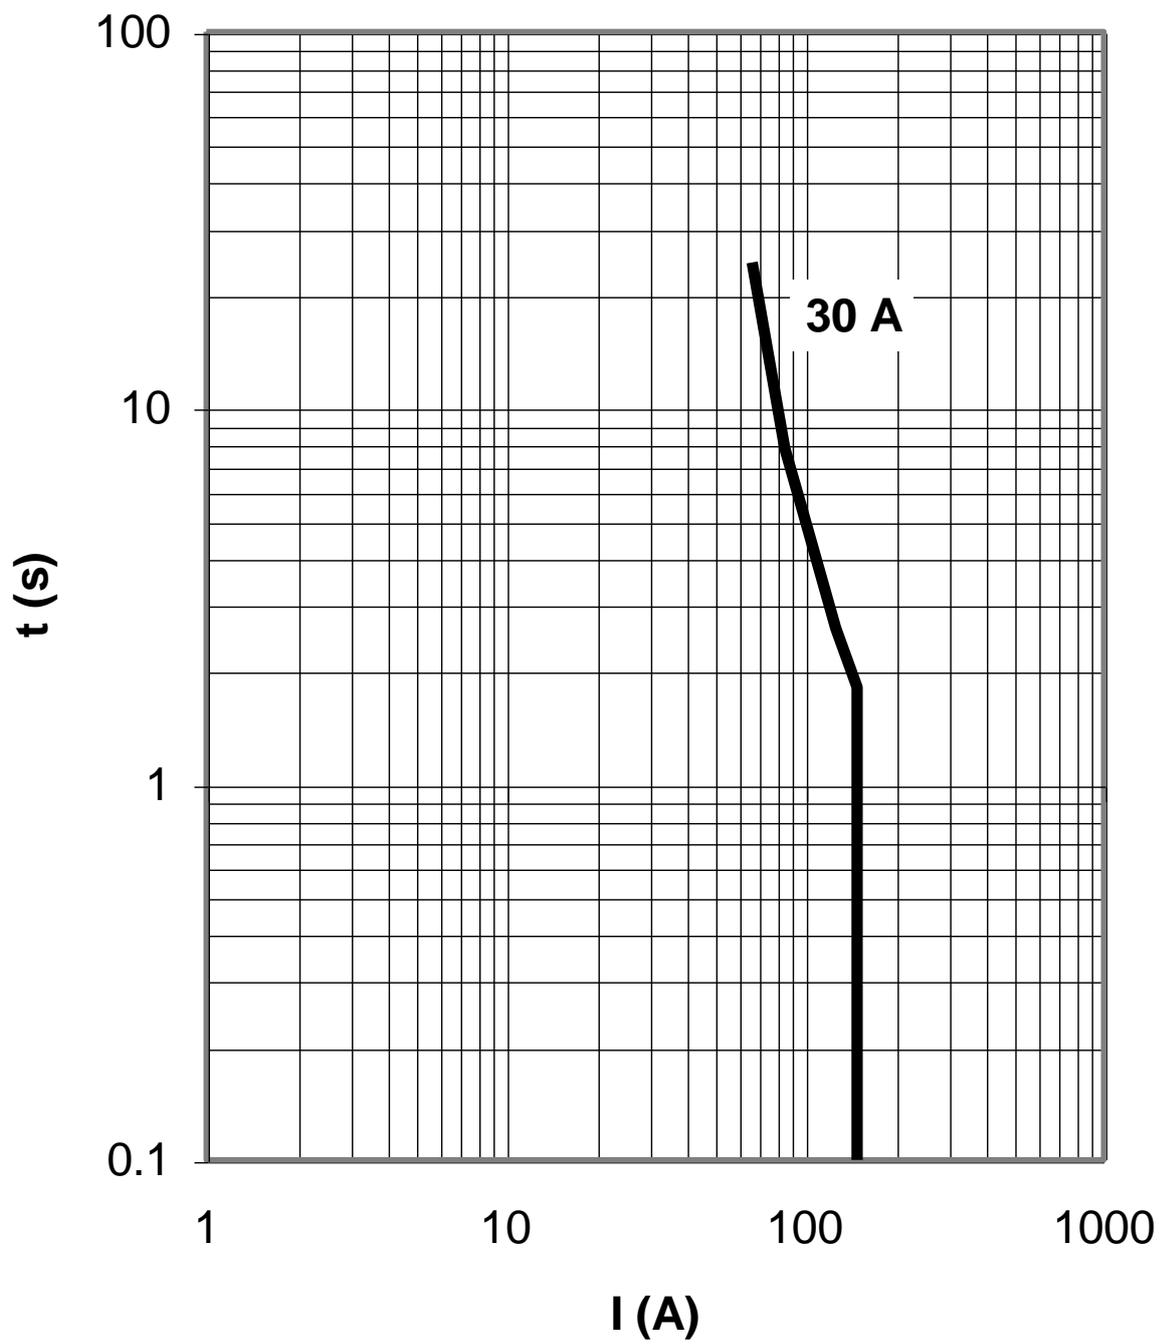

Figura 4
3.2 Levantar a curva Tempo X Corrente do disjuntor de 15A, a partir do valor de corrente determinado no item anterior e diminuindo sucessivamente a corrente. Considerar um mínimo de 5 pontos até o limite inferior de 25A. Completar a Tabela 2 e traçar o gráfico Tempo X Corrente na figura 4.
completar a Tabela 4 e traçar na figura 4 a curva teórica Tempo x Corrente do fio, atendendo a restrição de que sua temperatura nunca ultrapasse o máximo admissível (70°C).
4.2 Utilizando o gráfico da figura 4, verificar: